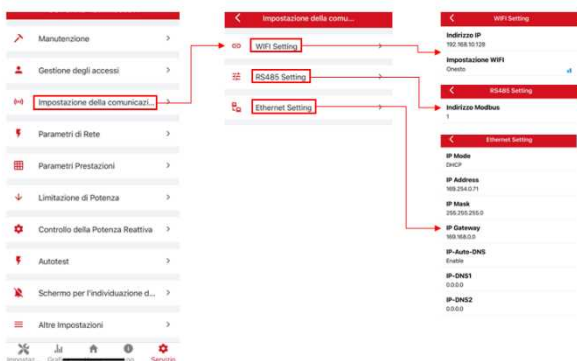

Figura 5.19 Controllare l'indirizzo
Step 3 Premere “Servizio” → “Impostazione della comunicazione” → “RS485 Setting”. Controllare l’indirizzo Modbus in Figura 5.19, l’indirizzo di default è 1, cliccare per modificare l’indirizzo e salvarlo, l’inverter sullo stesso bus RS485 deve avere un indirizzo univoco.